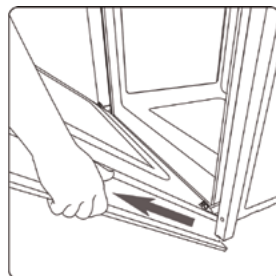

рисунок 11
- потяните дверь вверх наружу и извлеките ее из креплений духового шкафа. См. рисунок 11.